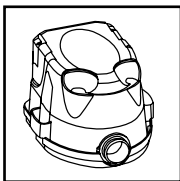

FIGURA 6
9. Con el cable desconectado de la toma de corriente y habiendo retirado la cubierta del depósito, voltee el depósito de modo que el fondo quede mirando hacia arriba **FIGURA 6.**